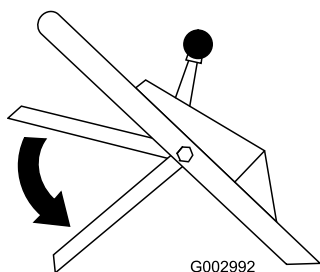

Figura 17
8. Asegúrese de que la barra de control de la cuchilla a su posición más baja (Figura 17).
2. Asegúrese de que la barra de control de la cuchilla a su posición más baja (Figura 17).
3. Asegúrese de que la barra de control de la cuchilla a su posición más baja (Figura 17).